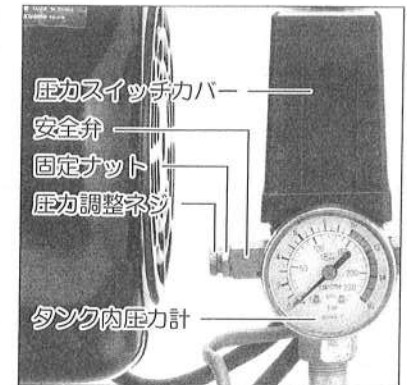

図14
- 安全弁は最高圧力 0.88MPa(9kgf/cm²) に設定してあります。この安全弁は万一、圧力スイッチが正常に作動しないでタンク内の圧力が0.88MPa(9kgf/cm²) になったとき、安全弁が作動してタンク内の圧力を下げる装置です。通常の作業においては調整する必要はありません。(図14参照)